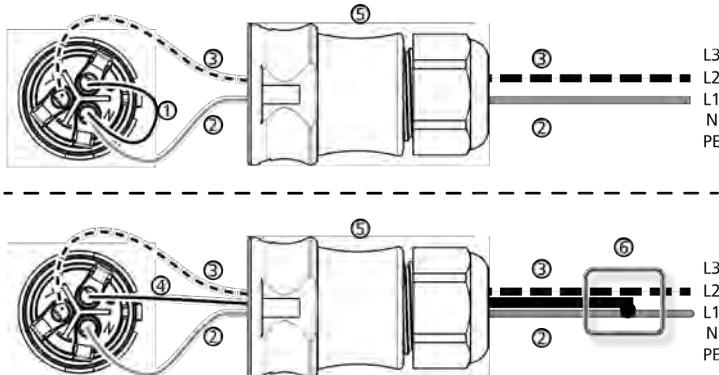

Fig. 6: Connexion entre N et FE dans le connecteur AC (en haut) ou dans le répartiteur secondaire externe (en bas)
- *N et L sont raccordés côté onduleur entre les conducteurs extérieurs L1 – L2. Voir ② et ③ sur la fig. 6.*
Fig. 6 montre à titre d'exemple la connexion côté onduleur de L1 et FE :
- *Fig. 6 comme ci-dessus.*
- 2.** Raccordez côté onduleur l'une des deux phases connectées avec FE. Établissez la connexion soit dans le connecteur AC, soit dans un répartiteur secondaire externe ; pour cela, reportez-vous à fig. 6.